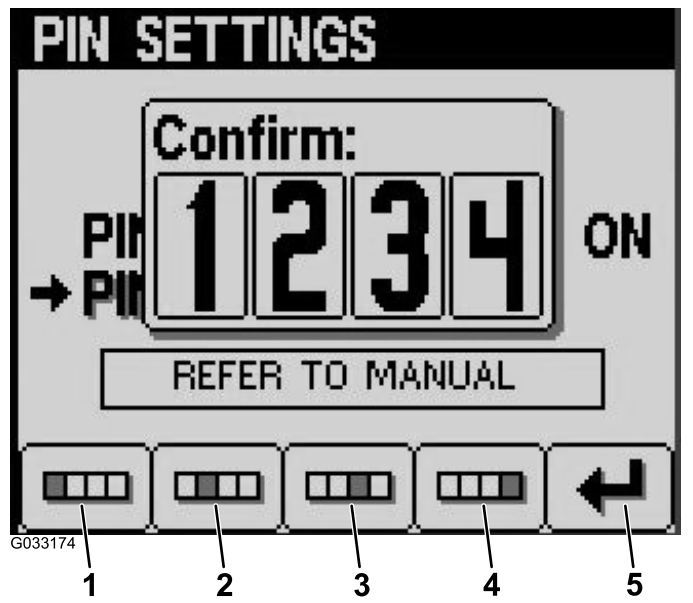

Figure 26
8. Confirmez le nouveau code PIN en utilisant les boutons 1 à 4 puis en appuyant sur le bouton n° 5 (Figure 26).